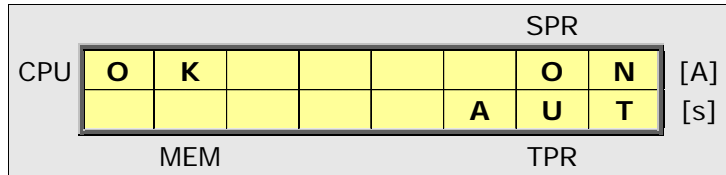

Fig.24 – Menu principale
Il dispositivo consente di VERIFICARE i parametri impostati, durante il normale funzionamento della protezione, nonché di monitorare le grandezze analogiche acquisite, in tempo reale. In Fig.24 è possibile osservare il menu principale.
- L'informazione memorizzata di scatto è disponibile anche per mezzo dei LED presenti sul pannello frontale e dei relé di segnalazione presenti sulla morsettiera posteriore. Se si verifica un nuovo scatto, su una soglia differente, l'indicazione a video viene sovrascritta dalla nuova indicazione memorizzata, così accade pure per i LED e per i relé di segnalazione. L'utente può resettare le indicazioni memorizzate, dal menu di Fig.29, semplicemente premendo **SHIFT** e riportando la schermata LCD al menu di Fig.24. Il dispositivo consente di monitorare in tempo reale le misure di corrente relative al primario dei **TA**, oppure al secondario se viene impostato un rapporto 1:1.
- Per verificare la configurazione del **relé di scatto**, dal menu di Fig.24, basta premere **OK**, ottenendo la schermata di Fig.30. Qui è possibile vedere se il relé è configurato per **bobina a mancanza di tensione**, indicato con **CO**, oppure per **bobina a lancio di corrente**, indicato con **CC**. Per tornare alla schermata principale, premere **SET**.
- Per visualizzare le **misure di corrente**, occorre attivare la funzione **MX**, premendo il tasto **MX** dal menu di Fig.24. Una volta attivata la funzione, per selezionare il canale bisogna premere **C.L1**, **C.L3**, **C.NO** oppure **C.L2**, in corrispondenza della grandezza di interesse. Le misure vengono arrotondate sul display in base al numero di caratteri disponibili (quattro), senza perdita nelle prestazioni di precisione del dispositivo. La frequenza con cui vengono aggiornati i valori a video è inferiore alla frequenza con cui il dispositivo controlla le soglie di scatto. In caso di intervento della protezione, la modalità di monitoraggio viene automaticamente disattivata. La funzione di monitoraggio adatta le misure al secondario dei **TA**, in base al rapporto di trasformazione impostato. Per disattivare la funzione **MX** è sufficiente premere il tasto **SET**.
- Per visualizzare il **logger**, bisogna premere il tasto **SPR** dal menu di Fig.24, ottenendo la schermata di Fig.31.